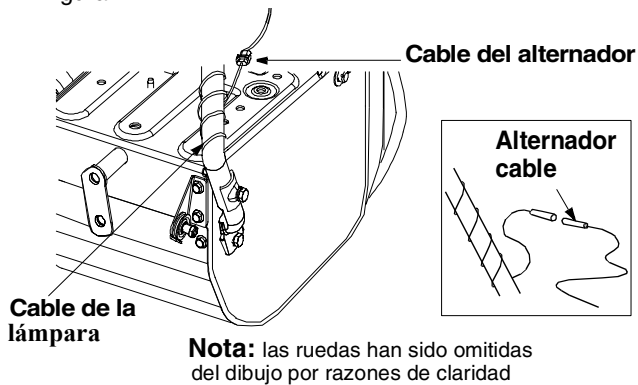

Figura 14
- Envuelva el cable de la lámpara hacia abajo del mango derecho. Enchufe el cable dentro del cable guía del alternador debajo del tanque de combustible. Vea la Figura 14.